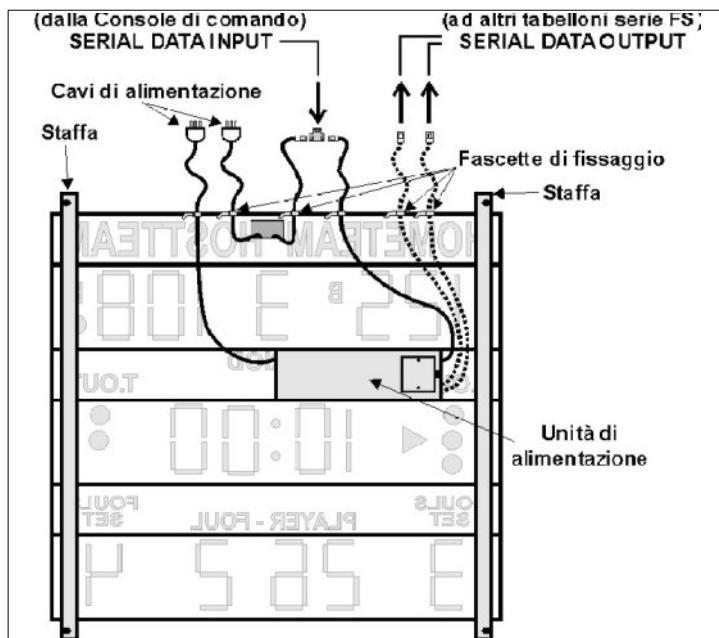

Fig. 3.6: Collegamenti di alimentazione e dati
1. Inserire il cavo di alimentazione nella apposita presa e poi fissarne l'altra estremità sulla parte superiore del tabellone con la fascetta prevista allo scopo (vedere Fig. 3.6); ciò per poter disporre della spina di alimentazione sopra il tabellone una volta che questo è fissato a parete.
2. Per i tabelloni centrali di visualizzazione dei punteggi, oltre al cavo seriale lungo per il collegamento dalla Console di comando, vengono forniti anche tre cavetti di circa 1 m; inserire uno di questi nel connettore "SERIAL DATA INPUT" e poi fissarne l'altra estremità sulla parte superiore del tabellone utilizzando l'apposita fascetta (vedere Fig. 3.6). Ciò permette di facilitare il collegamento al cavo seriale proveniente dalla Console una volta installato il tabellone sulla parete.
4. Per il modulo dei nomi delle squadre inserire il cavetto seriale (di circa 1m) nel connettore "SERIAL DATA INPUT" e poi fissarne l'altra estremità sulla parte superiore del tabellone utilizzando l'apposita fascetta (vedere Fig. 3.6).
- Mediante l'adattatore in dotazione, connettere il cavo seriale proveniente dalla Consolle a quello precedentemente inserito nella presa "SERIAL_DATA_INPUT" dell'Unità di alimentazione e del modulo dei nomi delle squadre, riportati sopra il tabellone (vedere capitolo 3.3 e Fig. 3.6).